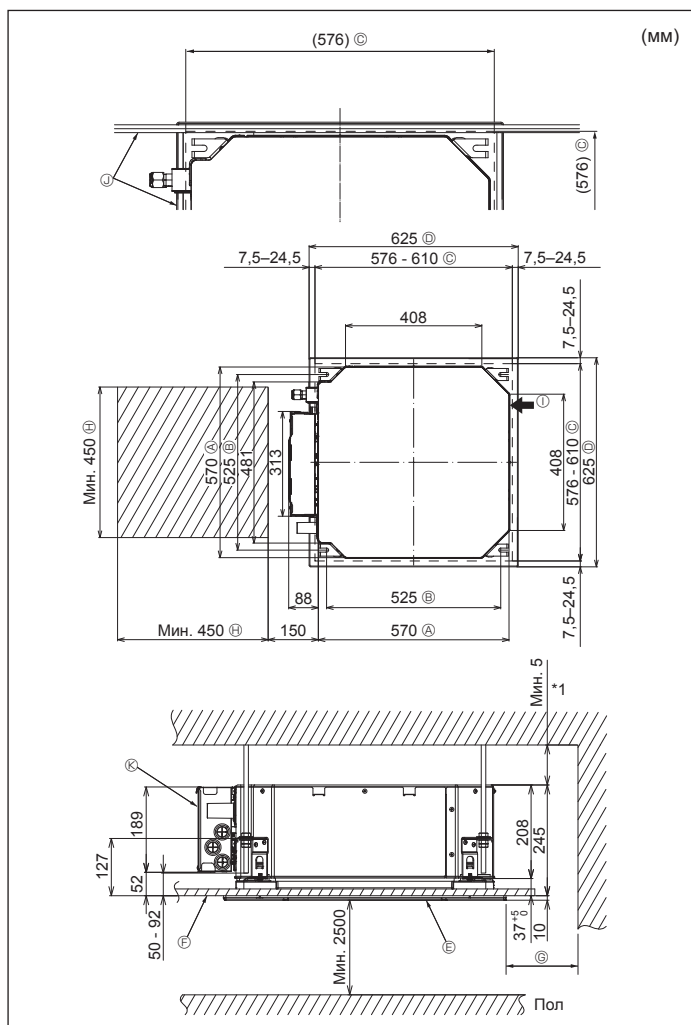

Fig. 2-2
2.2. Местоположения отверстий в потолке и подвешенного болта (Fig. 2-2)